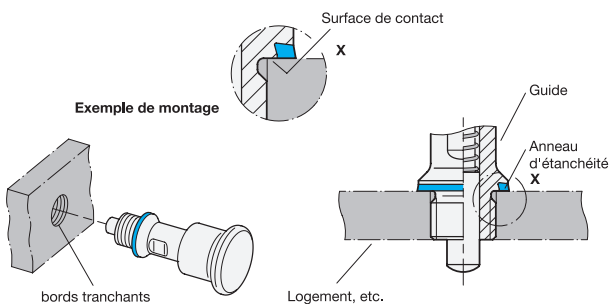

fig. 2
- L'alésage de positionnement doit donc être réalisé de façon à ce que le talon métallique à l'intérieur de la bague d'étanchéité repose le plus complètement possible sur le support et permette un tensionnage sur un bloc (butée métallique) (tolérance de $+0,05/+0,2$). La bague d'étanchéité doit reposer totalement sur le support (fig. 2).